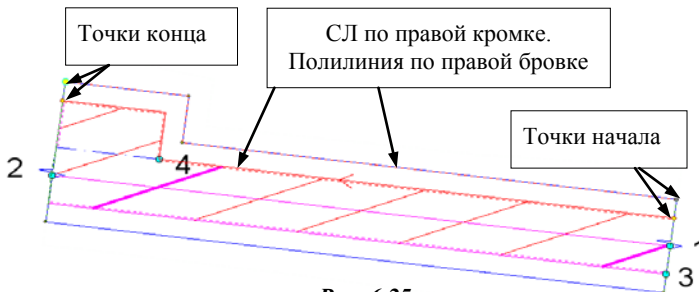

Рис. 6.25
- Двойным щелчком захватите СЛ по правой кромке (рис. 6.25).